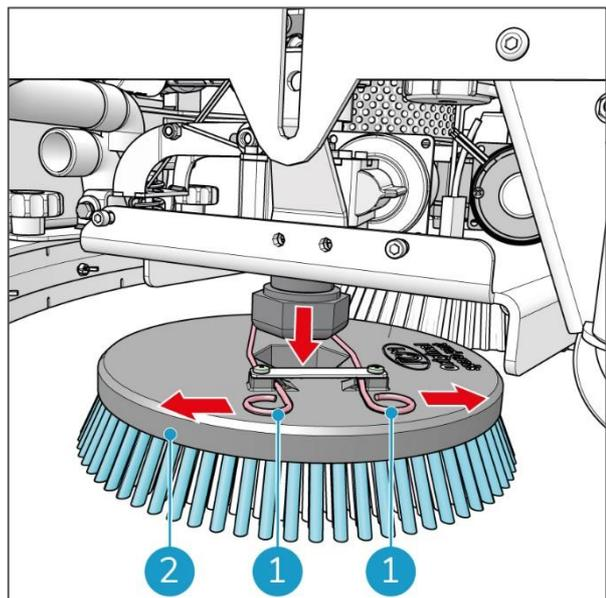

Figure 41
5. Poussez les deux ressorts (Figure 41, pos. 1) complètement vers l'extérieur jusqu'à ce qu'ils se bloquent, derrière les cames. La pince est maintenant desserrée.
6. Retirez délicatement la brosse circulaire (Figure 41, pos. 2).